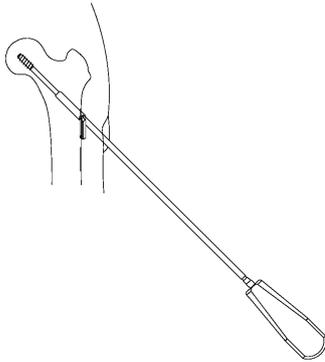

図4
- ** 3) TL2S スクリュードライバーで遠位スクリューを抜去します。（図 4）